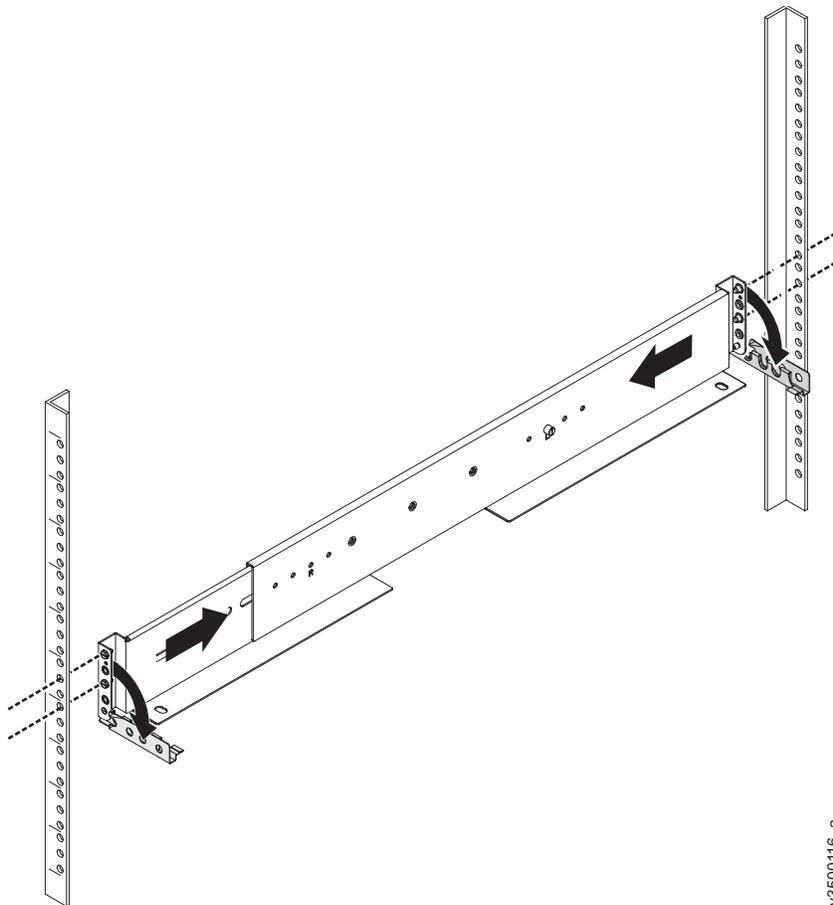

図 41. ラックから取り外すためのレールの圧縮
11. レールのスプリングを圧縮してレールを短くしてから、ラック内部から取り外します ( 209 ページの図 41)。